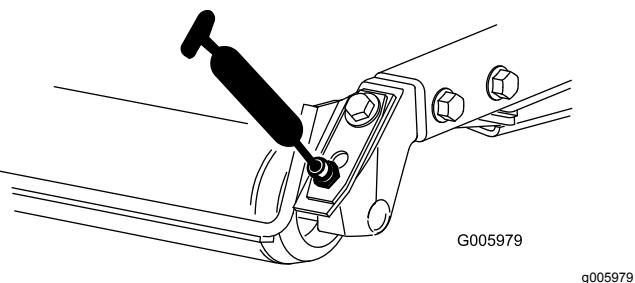

図 51
- 後ローラのベアリング各カッティングユニットに2ヶ所 図 51